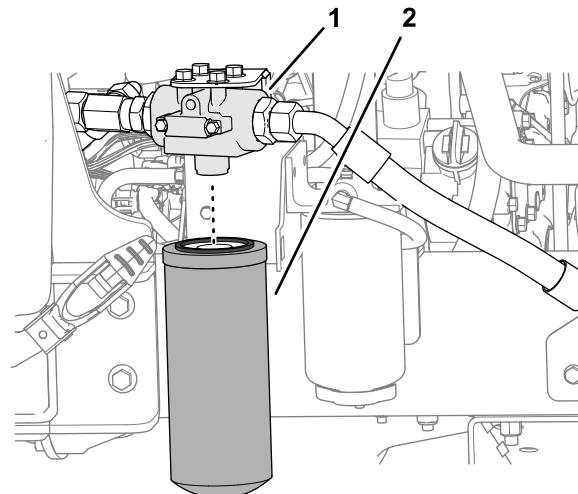

Figura 71
- Sul lato sinistro della macchina, pulite l'area attorno alla testa del filtro e ponete una bacinella di spurgo sotto il filtro (Figura 71).
- Rimuovete il filtro di ritorno (Figura 71).
- Assemblate il filtro alla testa del filtro, e serrate il filtro a mano fino a quando la guarnizione non entra a contatto con la superficie di montaggio, quindi ruotate di un altro mezzo giro (Figura 71).